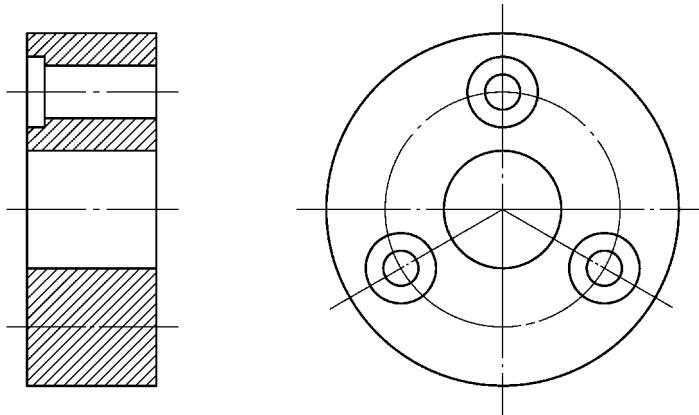

图 11-31 轴承端盖
本节绘制的轴承端盖如图 11-31 所示。
(8) 填充剖面 单击【图案填充和渐变色】 按钮, 最终图形如图 11-31 所示。